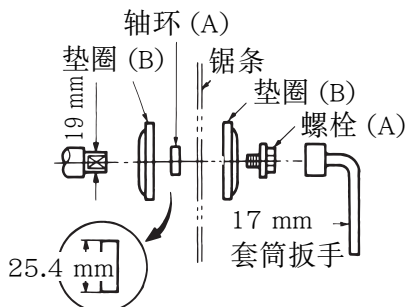

图 14
- (2) 卸下螺栓 (A)、垫圈 (B) 及轴环。
(3) 安装锯条之前，必须仔细清洗轴环后再将其安装在主轴上。轴环的外径为 25.4 mm (图 14)。
(4) 抬起下护罩，然后装上锯条。